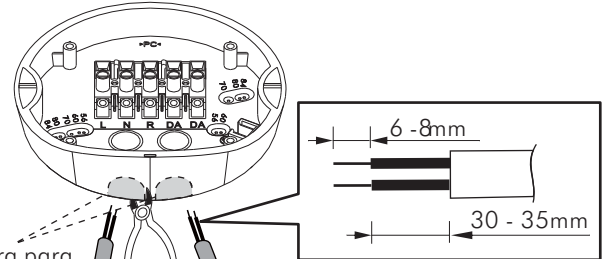

FIG.8
3.4.1.4 Los cables pueden pasar por los lados o desde abajo. Para pasar cables de alimentación de CA por los agujeros de entrada laterales, utilice los alicates de corte para romper las ranuras de entrada de cables en el costado de la caja de conexiones, luego inserte los cables en la caja de conexiones y páselos por ella. Quite entre 6 y 8 mm del revestimiento del cable para el cableado (Ver FIG. 8).